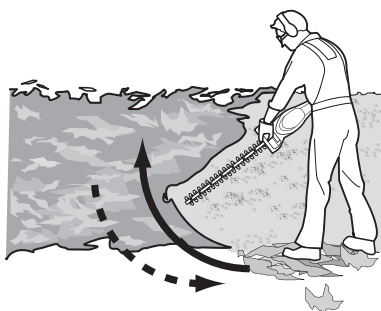

Fig.5
- > Ceci permet d'éviter la chute des coupures dans la trajectoire de la lame (Fig.5).